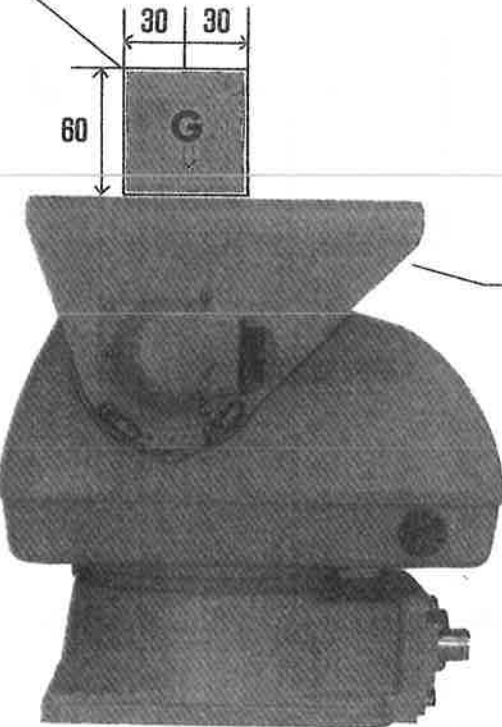

図1B
- 積載物の重心(G)が下記図1Bに示す重心位置変動許容範囲内に来る様に取り付けてください。